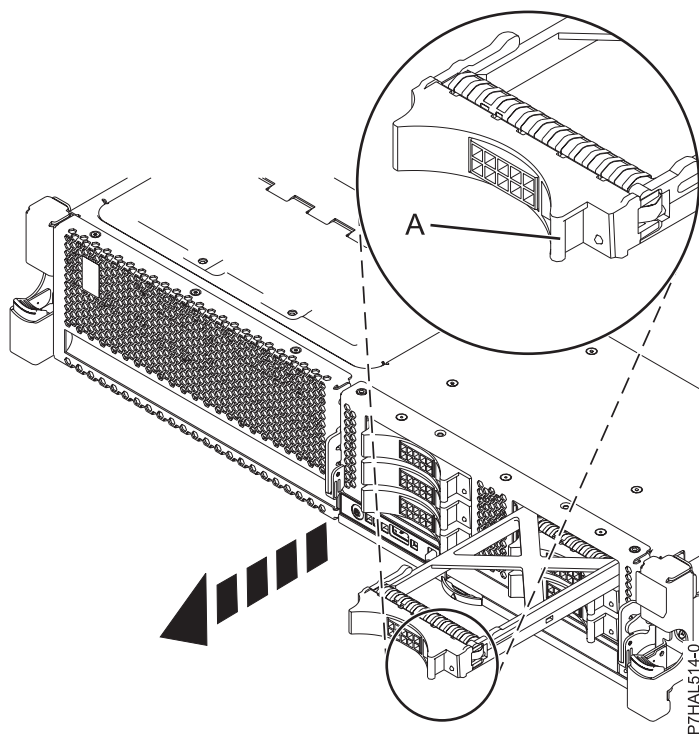

Figura 26. Extracción del panel de relleno de una unidad de disco
3. Sostenga el asa (A) del panel de relleno de la unidad de disco y extráigalo de la ranura, como se muestra en Figura 26 en la página 46.